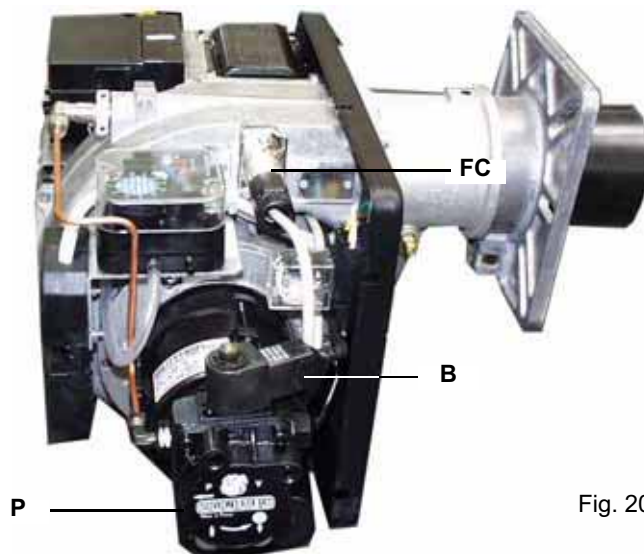

Fig. 20
- 2 Demontați bobina electroventilului **B** de pe pompa **P** (Fig. 20), pentru a evita pătrunderea motorinei în camera de ardere ;
- 4 Demontați sonda de detecție **FC** (Fig. 20) și iluminați-o ;
- 5 Aerisiți pe la portul **M** de manometru aflat pe pompa **P**, slabind ușor șurubul, dar fără a-l scoate (Fig. 20);
- 10 Remontați bobina **B** coil pe pompa (Fig. 20) ;